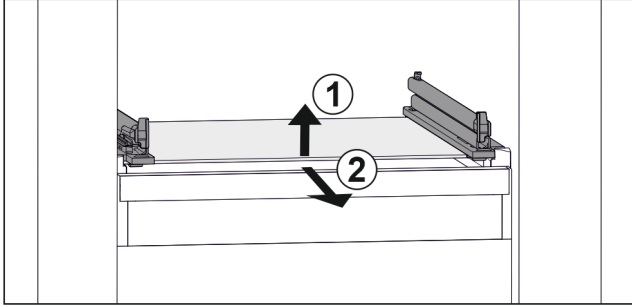

Fig. 121 Cam plakanın örnek gösterimi
- Cam plakayı önden kaldırın. Fig. 121 (1)
- Cam plakayı öne doğru çıkartın. Fig. 121 (2)